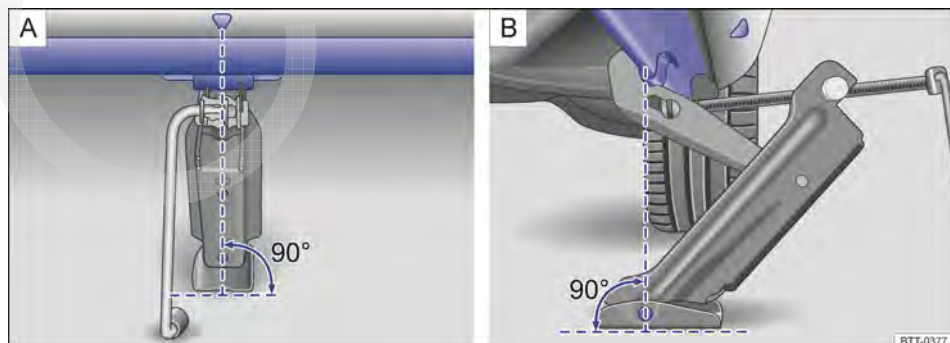

Fig. 249 Macaco posicionado no lado esquerdo traseiro do veículo.
8. Garantir que a base do macaco, com toda a superfície, esteja sobre o chão e que a base se encontre perpendicularmente abaixo do ponto de colocação → Fig. 249.
9. Alinhar o macaco e, simultaneamente, levantar a garra do macaco até ela se encaixar na travessa debaixo do veículo → Fig. 249.
- Posicionar o macaco somente nos pontos indicados. A garra do macaco deve se encaixar no perfil da longarina de forma segura → Fig. 249.